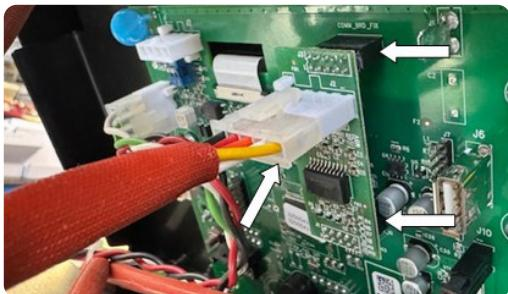

Fig. 9
- ◆ Fije el circuito Modbus RS485 5602689 (pos.5) a la parte trasera del circuito del panel 5602582 utilizando los conectores J1 y J4 como se indica en la fig.9
- ◆ Conecte el conector de 4 polos en el extremo opuesto de la conexión 5587467 (pos.6) al conector J2 del circuito de interfaz Modbus RS485 5602689 (pos.5), como se muestra en la fig.9